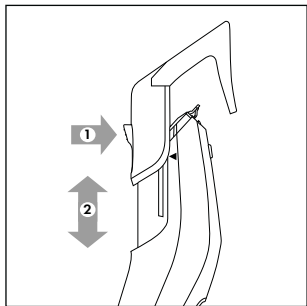
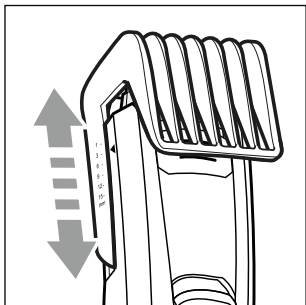

Fig. 3
Fig. 4
- ◆ Pulse el botón de la parte trasera del accesorio con peine 10/11 y deslice el accesorio con peine 10/11 hacia arriba o hacia abajo (consulte la fig. 3). Así podrá ajustar la longitud de corte deseada (consulte también el capítulo **Corte del cabello**).
① Indicación
- ▶ Es posible que la longitud de corte varíe ligeramente con respecto al ajuste del accesorio con peine ⑩/⑪ en función del ángulo de corte.
- ▶ Tras el ajuste, asegúrese de que el accesorio con peine ⑩/⑪ siga firmemente asentado sobre el cabezal de corte ①.
- 3) Ajuste la longitud de corte deseada en el accesorio con peine **10/11**. Para ello, pulse el botón de la parte trasera del accesorio con peine **10/11** y deslice el accesorio con peine **10/11** hacia arriba o hacia abajo (consulte la fig. 3). La longitud de corte está marcada en el lateral del accesorio con peine **10/11** (consulte la fig. 4). Comience primero con una mayor longitud de corte y ajuste progresivamente longitudes menores durante el corte.
- ◆ Ajuste la longitud de corte deseada en el accesorio con peine **10/11**. Para ello, pulse el botón de la parte trasera del accesorio con peine **10/11** y deslice el accesorio con peine **10/11** hacia arriba o hacia abajo (consulte la fig. 3). La longitud de corte está marcada en el lateral del accesorio con peine **10/11** (consulte la fig. 4). Recorte ahora la barba progresivamente.